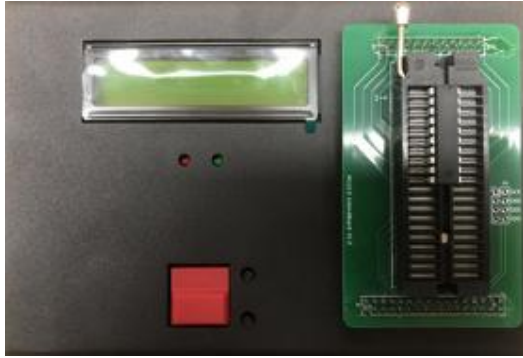

图 1-2 直插式 IC
- ◆ **烧录夹紧器**：芯片 1 脚应置于夹紧器 Pin1 位置。直插式 IC 置于夹紧器上，如图 1-2 所示。贴片式 IC 需安装烧录座，如图 1-3 所示。